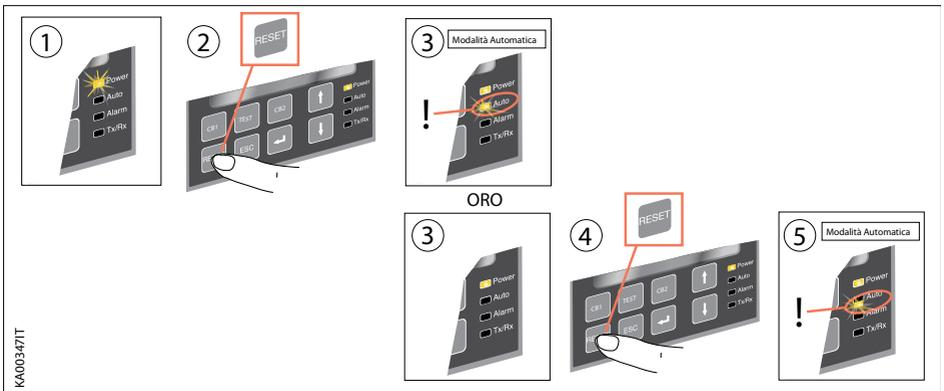

Figura 4.4 Selezione del dispositivo di commutazione automatica ATSPro in Modalità Automatica
- Assicurarsi che il LED Power sia in ON, vedi Figura 4.4/①
- Premere il tasto RESET una volta/ ②.
- Se il LED Auto è in ON, il dispositivo di commutazione automatico ATSPro è in Modalità Automatica /③.
- Se il LED Auto LED è in OFF, premere nuovamente il tasto RESET/④, il LED Auto commuta in ON /⑤ e il dispositivo di commutazione automatica ATSPro è in Modalità Automatica.